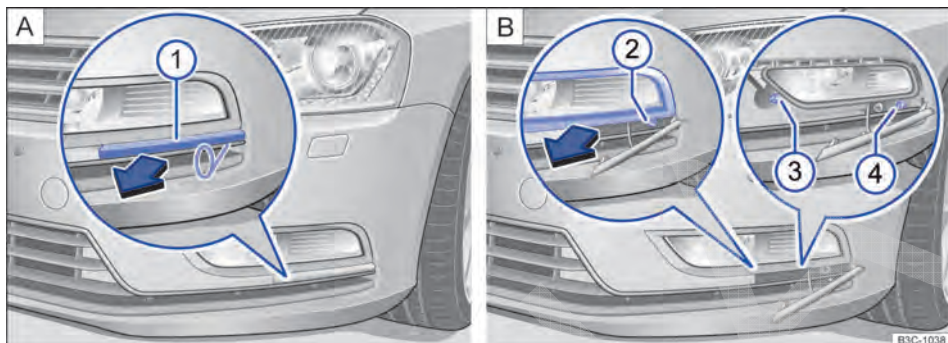

Fig. 251 No para-choque dianteiro à esquerda: lanterna para luz de neblina, farol de rodagem diurna e farol de conversão.
2. +Com o gancho extrator das ferramentas de bordo, puxar ⇒ Página 393 a capa de cobertura ⇒ Fig. 251 A (1) para frente, no sentido da seta.
3. Com a chave de fenda das ferramentas de bordo ⇒ Página 393, desparafusar o parafuso de fixação ⇒ Fig. 251 B (2).
4. Puxar a cobertura ⇒ Fig. 251 para frente no sentido da seta.
5. Desparafusar os parafusos de fixação ⇒ Fig. 251 B (3) e (4) com a chave de fenda.
14. Aparafusar os parafusos de fixação ⇒ Fig. 251 B ③ e ④.
15. Instalar a cobertura no para-choque e parafusar o parafuso de fixação ⇒ Fig. 251 B ②.
16. Instalar a capa de cobertura ⇒ Fig. 251 A ① no para-choque.